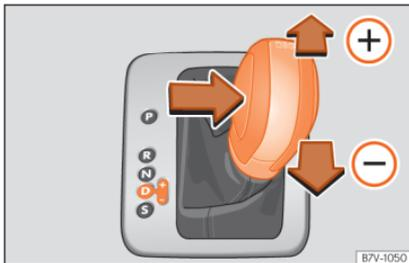

Abb. 242 Wählhebel in Tiptronic-Stellung (Linkslenker). Rechtslenker spiegelbildlich.
- Wählhebel nach vorn **+** oder zurück schieben **-**, um hoch- oder herunterzuschalten »» **Abb. 242.**